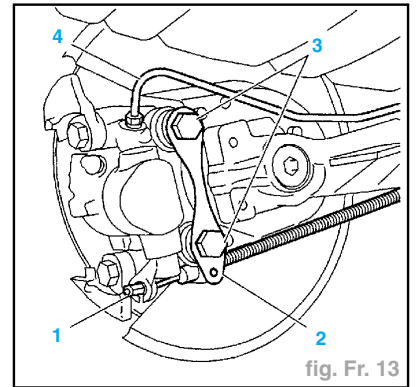

fig. Fr. 13
- Décrocher le câble de commande de frein de parking (1) (fig. Fr. 13).